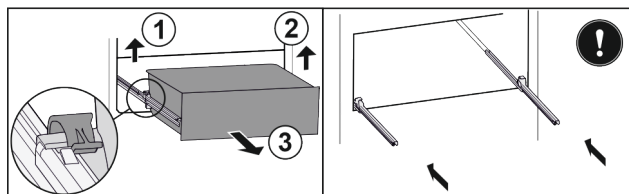

Fig. 18*
- ▶ Linke Klemme anheben und gleichzeitig das Schubfach links nach vorne ziehen Fig. 18 (1).*
- ▶ Rechte Klemme anheben und gleichzeitig das Schubfach rechts nach vorne ziehen Fig. 18 (2).*
- ▶ Schubfach nach vorne entnehmen Fig. 18 (3).*